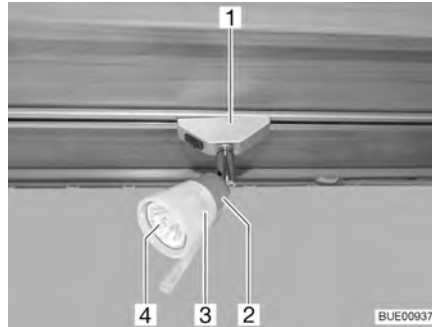

Bild 210 Halogenspotlight (förskjutningsbar)
- Vrid halogenspotlighten (Bild 210,1) 90° och ta av den från skenan.
- Vrid lampskärmen (Bild 210,3) moturs.
- Dra försiktigt av lampskärmen med halogenlödampen (Bild 210,4) från sockeln (Bild 210,2).